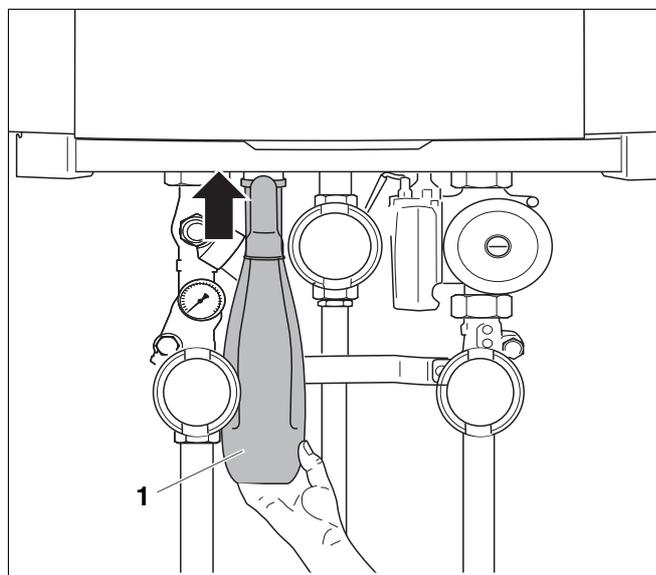

Fig. 17 Montare il sifone
- Installare il sifone (fig. 17, **pos. 1**) sul collegamento di scarico condensa (AKO).